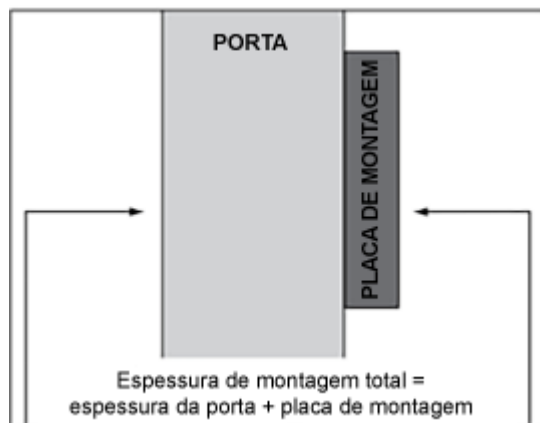

Figura 8
4. Espessura de montagem total (espessura da porta + placa de montagem). (Figura 8)